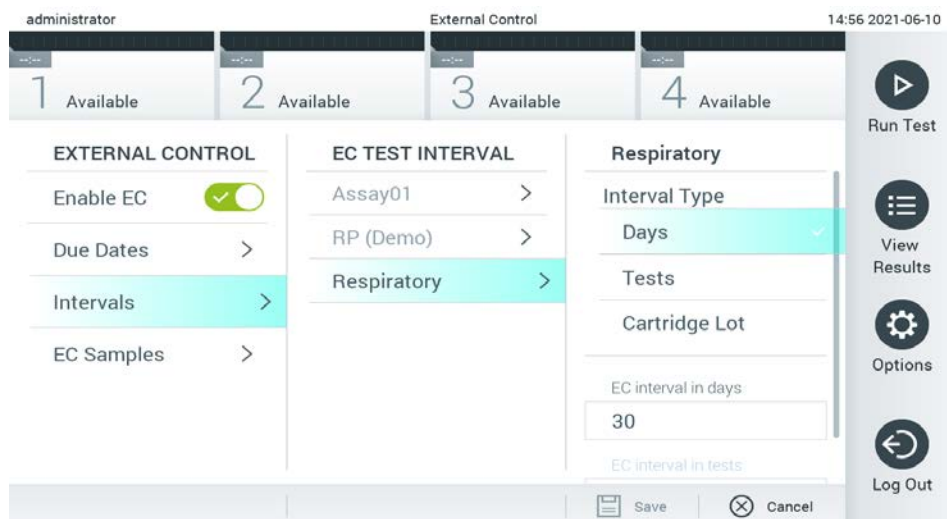

Figura 52. Ecrã External Control Intervals (Intervalos de controlo externo).
4. Selecione **Intervals** (Intervalos) e, em seguida, um ensaio da lista para configurar o intervalo a seguir. É apresentado um aviso para lembrar os utilizadores de que, se o intervalo tiver sido ultrapassado, é necessário executar um teste de controlo externo para o ensaio selecionado (Figura 52).